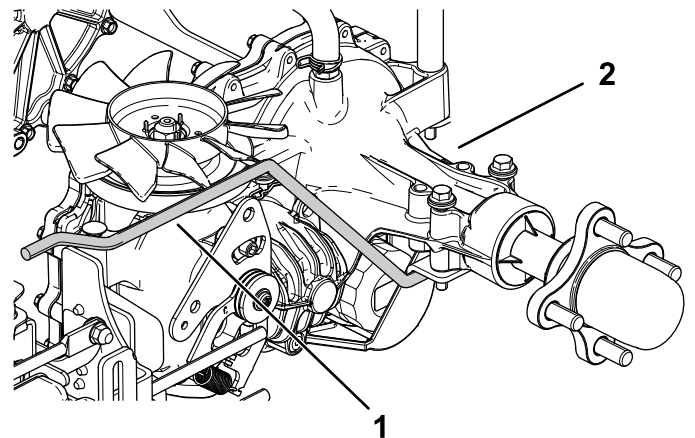

Bild 5
1. Nehmen Sie die vorhandenen hinteren Stützstangen vom Hydrostat ab (Bild 5).